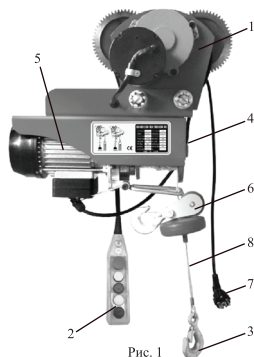

Рис. 1
4.1 Общий вид электротельфера представлен на рис. 1